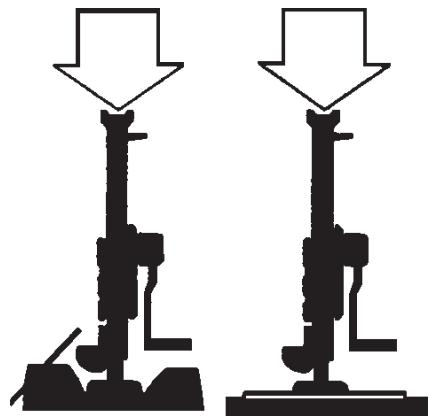

Fig. 1
- L'operatore deve accertarsi che la binda è utilizzata su di una superficie stabile e non sdruciolabile così da evitare alla binda di affondare o di scivolare (Fig. 1).
- Non allungare la leva di comando (Fig. 1).